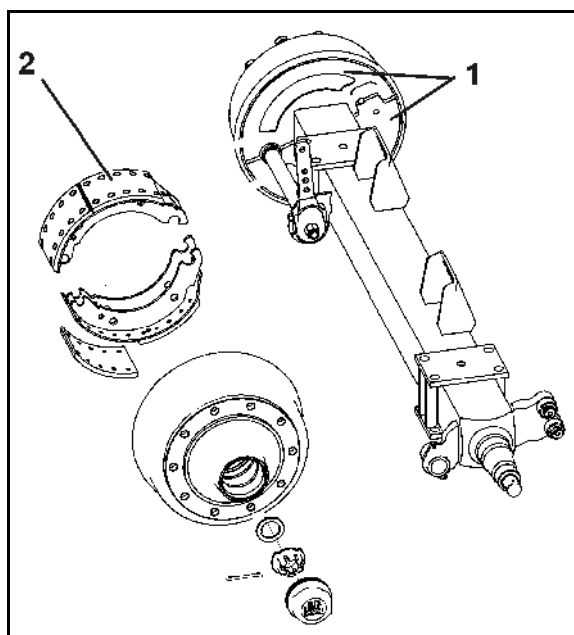

Bild 83
1. Skruva av båda täckkåporna (Bild 83/1) på bromstrummans insida.
Smuts som trängt in kan lägga sig på bromsbeläggen (Bild 83/2) och försämra bromseffekten.